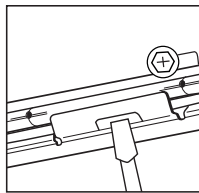

Figure 12
**Étape 2.** Glissez le cadre le long des barres de suspension jusqu'à l'endroit désiré. Utilisez des vis de blocage ou la fente pour fixer (Fig. 12).